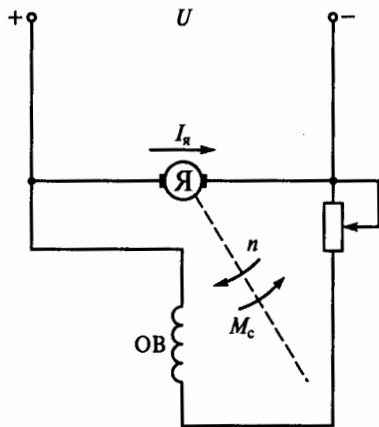

Рис. 252
**10.58.Р.** Как изменятся ток якоря  $I_{я}$  и частота вращения  $n$  двигателя (установившиеся значения) в схеме на рис. 252, если при неизменном моменте нагрузки  $M_c$  на валу двигателя передвинуть движок реостата вниз?